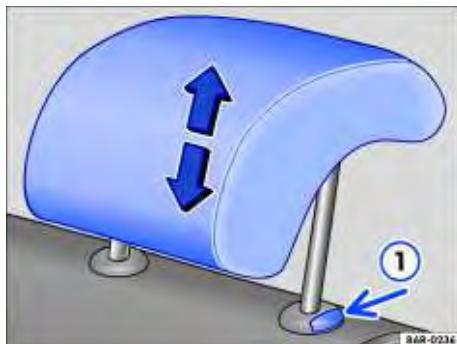

Fig. 34 Desinstalar o apoio para cabeça traseiro.
- Retirar o apoio para cabeça com o botão ⇒ Fig. 34 ① pressionado.
- Empurrar o apoio para cabeça para baixo com o botão ⇒ Fig. 34 ① pressionado.